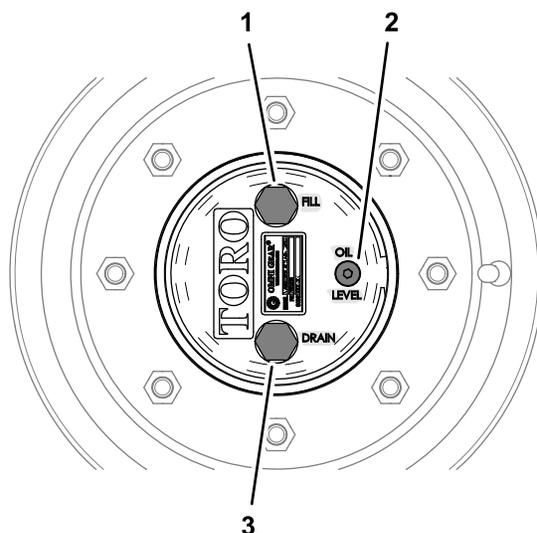

Figura 83
1. Com a máquina numa superfície plana, posicione uma roda de forma a que o tampão de enchimento fique na posição mais elevada (12 horas) e o tampão de drenagem na posição mais baixa (6 horas) (Figura 83).
de enchimento fique na posição mais elevada (12 horas) e o tampão de drenagem na posição mais baixa (6 horas); consulte Figura 83 em Verificação do lubrificante da transmissão da engrenagem planetária (página 69).